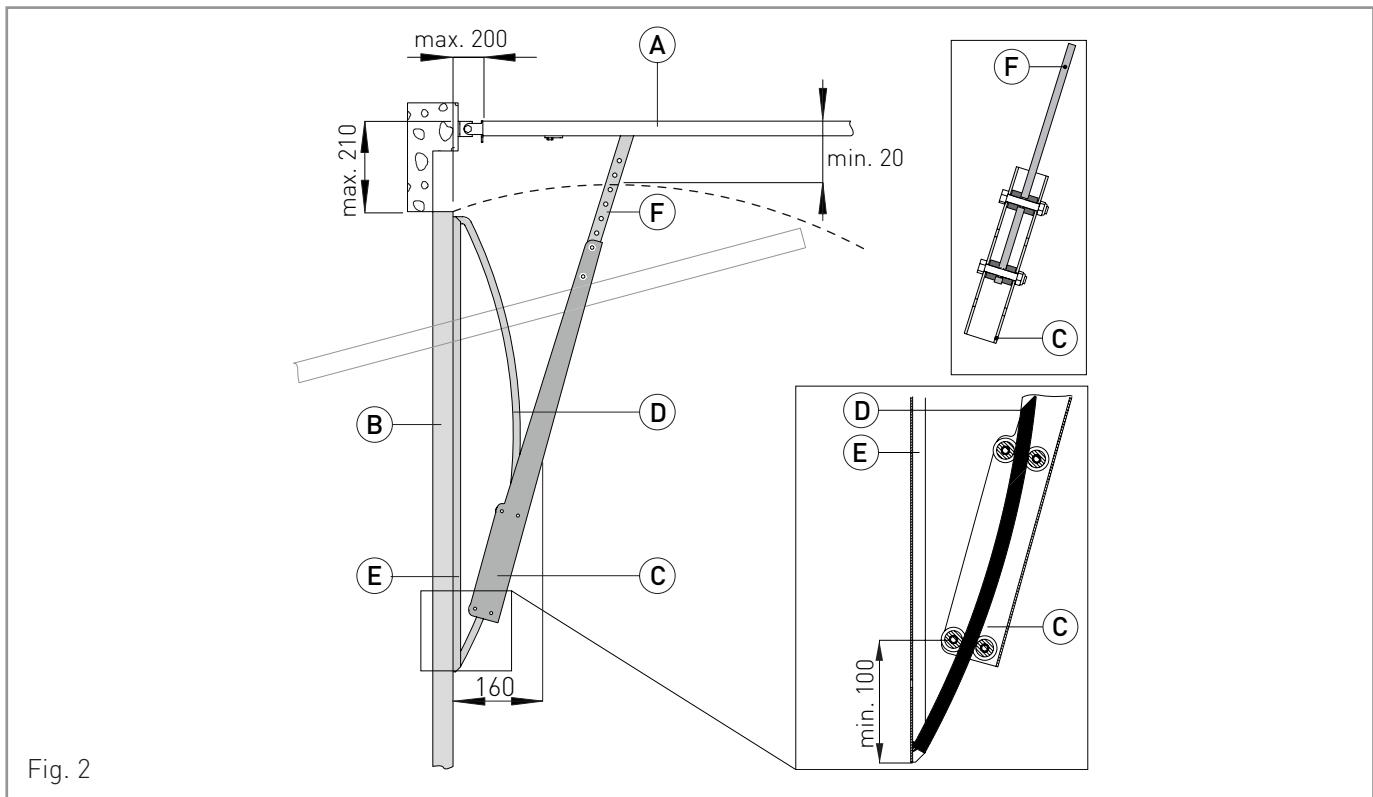

Fig. 2
- Fissare l'automazione TOP, a parete e a soffitto rispettando le misure indicate in fig. 2 (vedere inoltre il manuale di installazione TOP).
- (Fig. 2) Per una corretta installazione assicurarsi che l'inizio della guida [A] sia in linea con il basculante [B]. N.B.: E' ammessa una distanza di max. 200 mm.
- (Fig. 2) Fissare la base [E] del TOPSB al basculante con viti o rivetti (non di nostra fornitura), assicurandosi che sia allineata e perpendicolare allo spigolo superiore del basculante [B]. N.B.: Se i fori presenti sulla base [E] non sono in corrispondenza con i traversi di rinforzo del basculante, prevedere dei nuovi fori dove necessario.
- (Fig. 2) A porta chiusa collegare il carrello [C] al braccio [F], lasciando tra il carrello [C] e il bordo inferiore della guida [D] minimo 100 mm.
- Mount the automatic system TOP, to the wall and to the ceiling complying with the measurements shown in fig. 2 (also refer to TOP installation manual).
- (Fig. 2) In order to carry out the installation properly, make sure that the beginning of the guide [A] is aligned with the balancing door [B]. NOTE: A distance of max. 200 mm is admissible.
- (Fig. 2) Fix the TOPSB base [E] to the balancing door using screws or rivets (not supplied) making sure it is aligned and perpendicular to the upper corner of the balancing door [B]. NOTE: If the holes drilled on the base [E] do not match the stiffening crossbars of the balancing door, drill new holes where needed.
- (Fig. 2) With door shut connect the carriage [C] to the arm [F], leaving at least 100 mm. between the carriage [C] and the lower edge of the guide [D].
- Fixer l'automatisme TOP au mur et au plafond selon les mesures indiquées dans la fig. 2 (voir également la notice de pose TOP).
- (Fig. 2) Pour une bonne installation, s'assurer que la partie initiale du rail [A] est alignée avec la porte basculante [B].
- (Fig. 2) Fixer la base [E] des TOPSB à la porte basculante avec des vis ou des rivets (non fournis), en s'assurant qu'il est aligné et perpendiculaire à l'arête supérieure de la porte basculante [B].
- (Fig. 2) Porte fermée, relier le chariot [C] au bras [F], en laissant au moins 100 mm entre le chariot [C] et le bord inférieur du rail [D].
- Antrieb TOP an der Wand oder an der Decke befestigen, wobei die in Abb. 2 genannten Maße zu berücksichtigen sind (siehe außerdem Installationshandbuch TOP).
- (Abb. 2) Damit die Installation korrekt ausgeführt wird, muss sichergestellt sein, dass der Anfang der Führungsschiene [A] mit dem Kippelement [B] ausgerichtet ist. Hinweis: Der Abstand darf max. 200 mm betragen.
- (Abb. 2) TOPSB Basis [E] mit den Schrauben oder Nieten (nicht im Lieferumfang enthalten) am Kippelement befestigen, wobei sicherzustellen ist, dass er ausgerichtet ist und rechtwinklig zur Oberkante des Kippelements [B] liegt.
- (Abb. 2) Laufwagen [C] bei geschlossener Tür mit dem Arm [F] verbinden, wobei zwischen dem Laufwagen [C] und der Unterkante der Führungsschiene [D] mindestens ein Abstand von 100 mm verbleiben muss.
- Fijar la automatización TOP a la pared y al techo respetando las medidas indicadas en la Fig. 2 (ver también el manual de instalación de TOP).
- (Fig. 2) Para una correcta instalación, asegurarse que la parte inicial de la guía [A] se encuentre en línea con la puerta basculante [B].